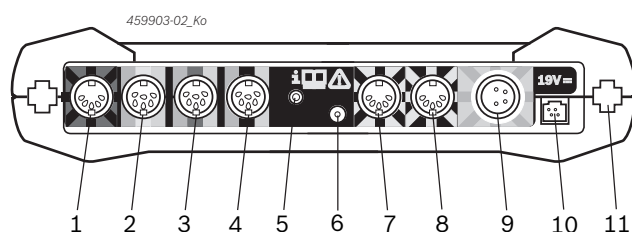

Fig. 2: Morsettiera di collegamento FSA 500 (dal basso)
Per il collegamento vedi fig. 2, pos. 6.
5. Collegare i sensori agli appositi connettori dell'unità di misurazione (vedere fig. 2).